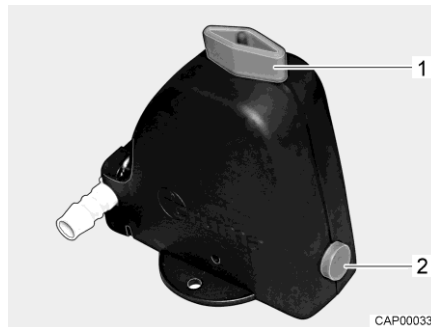
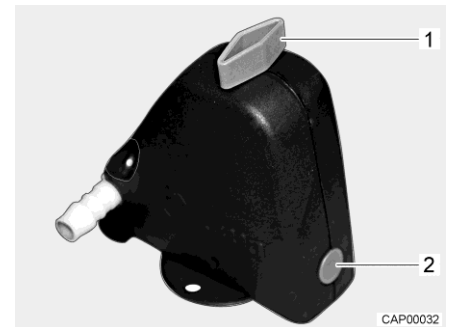

Bild 153 Säkerhets-/avtappningsventil öppen
Bild 154 Säkerhets-/avtappningsventil stängd
- Stäng säkerhets-/avtappningsventilen. Ställ vredet (Bild 153,1) diagonalt mot säkerhets-/avtappningsventilen och tryck in tryckknappen (Bild 153,2). Den stängda säkerhets-/avtappningsventilen visas i Bild 154. Vid temperaturer lägre än 6 °C kan säkerhets-/avtappningsventilen inte stängas.